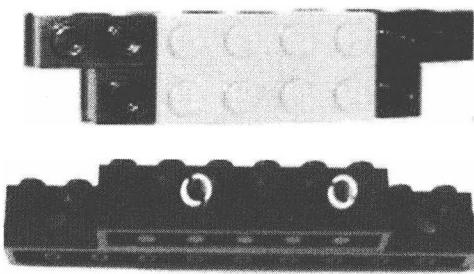

图 2-8 梁与梁的平行连接
- c. 梁与梁的平行连接: 用片进行连接或用销进行连接, 同时用片、销进行梁的平行连接(如图 2-8)。
(2) 块与块的连接: 运用学过的操作练习块与块的延长连接、垂直连接和平行连接。
(3) 轴与轴的连接: 练习轴与轴的延长连接、垂直连接、120 度连接和“T”形连接。